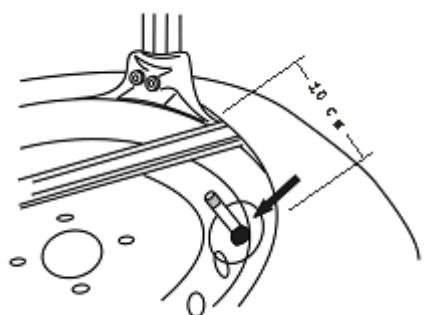

Abb. 18
**ACHTUNG! Stellen Sie immer sicher, um Schaden an einem eventuellen Innenschlauch zu vermeiden, dass das Ventil sich 10 Cm an der rechten Seite des Montagekopfes befindet. (Abb.18).**